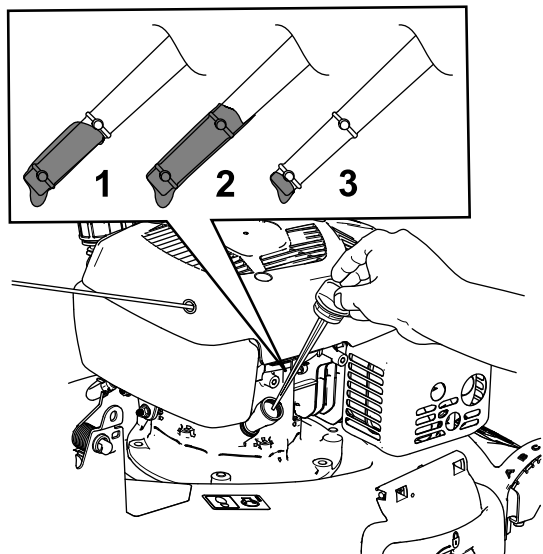

Figura 8
3. Retire la varilla (Figura 8) y vierta el aceite especificado hasta llegar aproximadamente a tres cuartas partes de la capacidad total del cárter por el tubo de llenado de aceite.
6. Observe el nivel de aceite en la varilla (Figura 8).